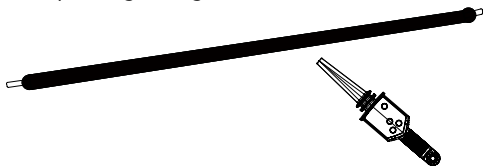

Abb. 1 Spannungserkennung in einer Leitung
4. Die Prüfspitze des TIC 300 PRO, ohne zu berühren, nahe an die Niederspannungsleitung ($< 1000\text{ V}$) halten. Siehe Abb. 1.